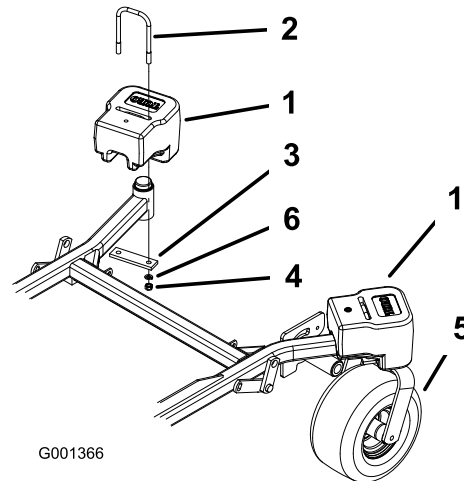

Figure 27
2. Montez la plaque, les écrous ($\frac{1}{2}$ po) et la rondelle-frein ($\frac{1}{2}$ po) sous le cadre et la masse (Figure 27).